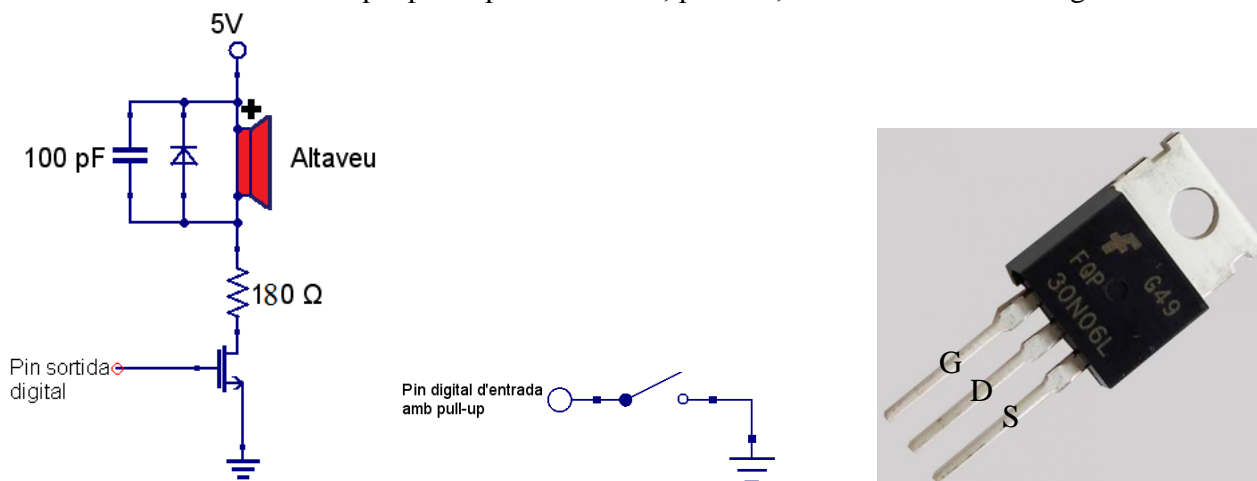

Figura 1. (Esquerra i centre) Circuits a implementar al protoboard per la part A. (Dreta) Imatge del transistor NMOS.
- 1) Munteu el(s) circuit(s) de la figura 1 i feu el que s'indica en els següents apartats. Com a díode, farem servir un anomenat Schottky. Consulteu a l'apartat 'Notes' el significat de 'Pull-up'.